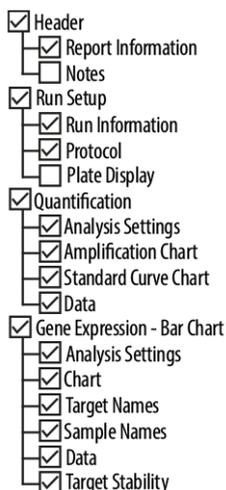

Figura 13: Caixa de diálogo Report (Relatório)
5. Certifique-se de que pelo menos o seguinte conteúdo é selecionado para a geração de relatório na parte superior esquerda da caixa de diálogo Report (Relatório) (consulte a figura 13):